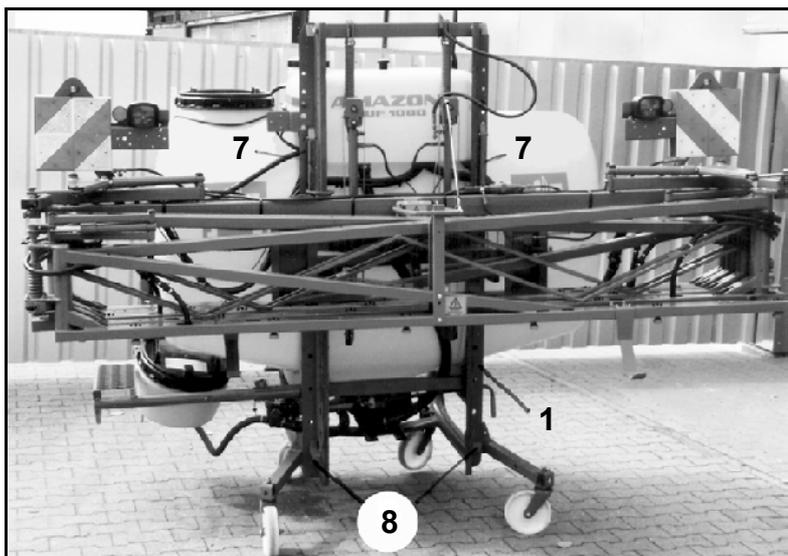

Fig. 45
- Repoussez avec les mains, le plus loin possible vers le haut, les deux tubes à profil carré (Fig. 45/ 7) et une fois dans cette position, les bloquer en relevant les butées (Fig. 45/ 8) fixées au bâti de la rampe (Fig. 45/ 1).
- Positionnez les butées plus bas (Fig. 45/ 8) le long du bâti (Fig. 45/ 1) de la rampe.